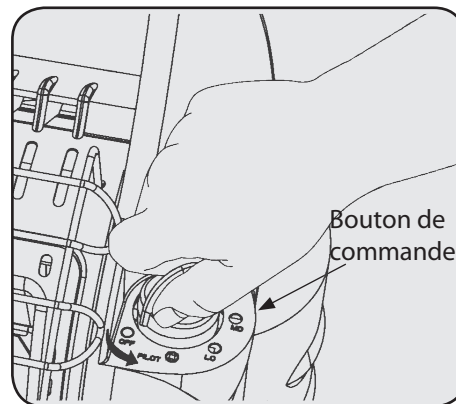

Figure 1
1. Assurez-vous que le bouton de commande quatre positions est la position « OFF » (voir figure 1).
1. Assurez-vous que le bouton de commande à quatre positions est à la position "OFF (Arrêt)". Voir Figure 1.